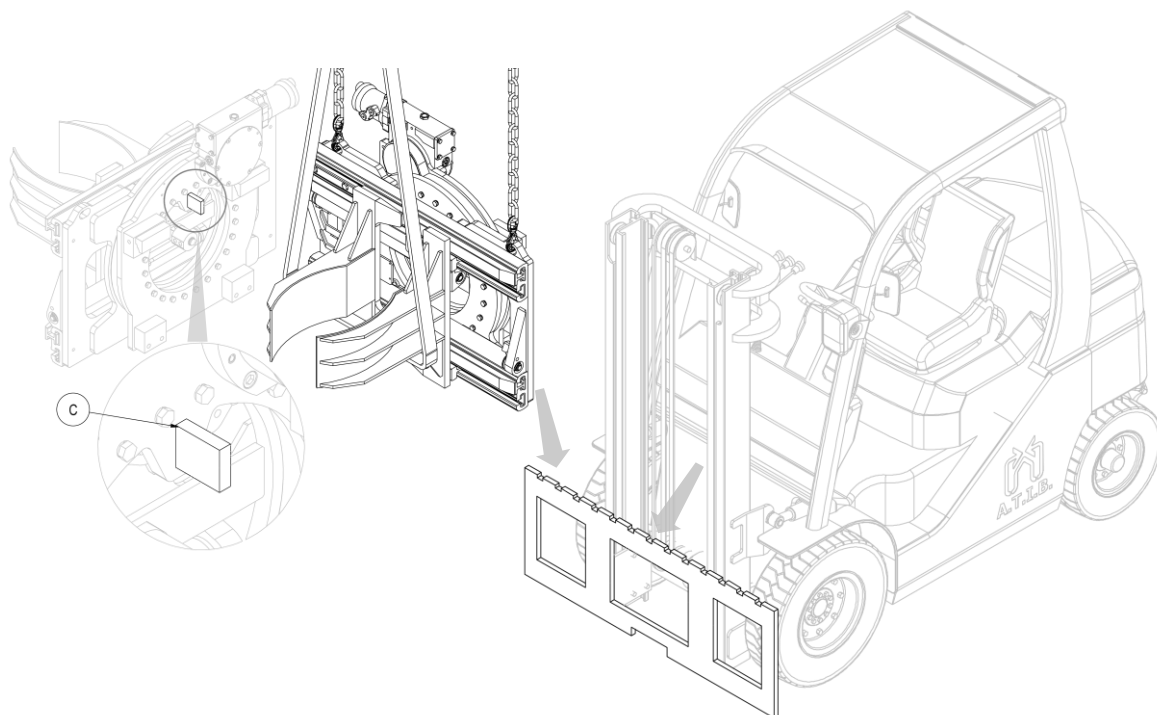

Figura 3
6. Enganche el implemento desde el punto de agarre superior y con un puente grúa colóquelo en la placa porta horquillas, teniendo cuidado de encajar el diente de centrado **C** en la muesca central de la placa (mira *Figura 3*).